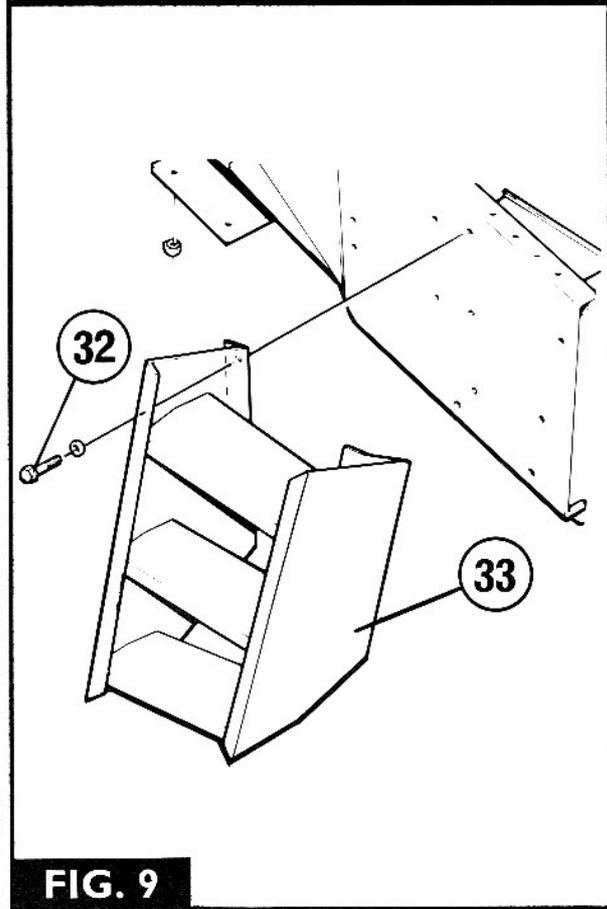

FIG. 9
2. Fig. 9. Retirer les boulons (32), les rondelles-frein et les écrous assurant la fixation des marchepieds (33) sur le châssis.